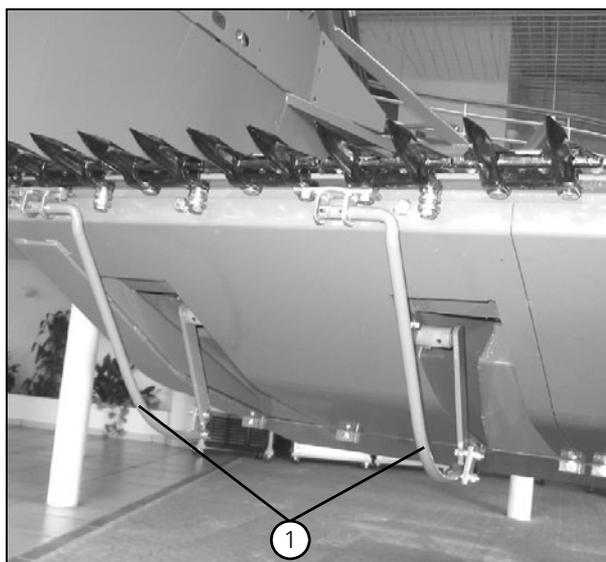

Рисунок 121
Система управления высотой скашивания предназначена для уборки стоящей культуры. При активации системе управления высотой скашивания передается управление жаткой, благодаря чему жатка подстраивается под рельеф грунта на предварительно заданной высоте. Просвет между жаткой и грунтом измеряется датчиками поверхности грунта (1) (Рис. 121).